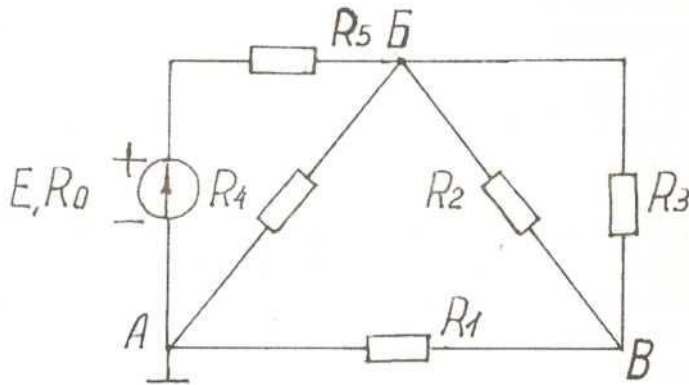

Рис.6
- 1) Указываем направление тока в каждом резисторе и обозначаем узловые точки (рис.6а). При этом становится ясно, что резисторы R_2 , R_3 соединены параллельно: подключены к двум точкам цепи Б и В, резистор R_1 с участком БВ соединен последовательно и т.д.
Рис.6а
После этих преобразований схема соединения резисторов представлена на рис.6б.
Рис.6б